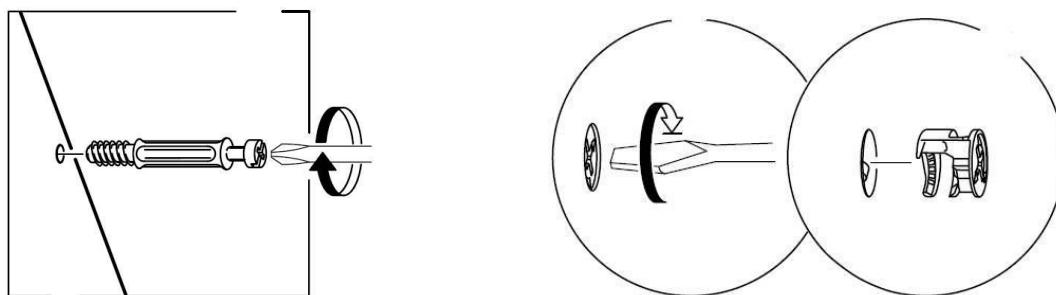

Рис. 1
1. В боковые стенки (2), (3) и перегородку (5) в имеющиеся отверстия установить эксцентрики Rastex 15/22 (высокие), таким образом, чтобы стрелка была повернута в сторону отверстия в торце.
2. В боковые стенки (7), (8), нижний щит (9) и заднюю стенку (6) в имеющиеся отверстия установить эксцентрики Rastex 15/16 (низкие), таким образом, чтобы стрелка была повернута в сторону отверстия в торце.
3. В установленные муфты эксцентриковых стяжек на боковых стенках (2), (3), (7), (8), верхнем щите (1) и крышке стола (4) ввернуть дюбели DU644, в отверстия без муфт установить шканты (рис.1 и схема сборки).